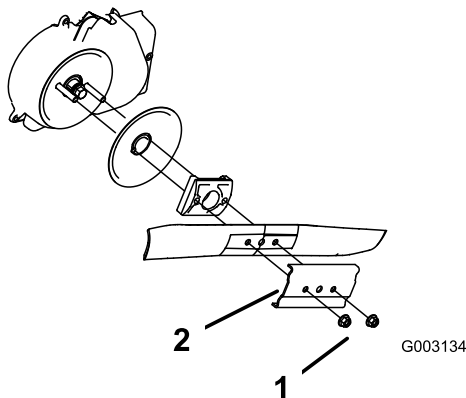

Figura 29
3. Togliete i due dadi della lama ed il rinforzo (Figura 29).
4. Togliete la lama (Figura 29).
5. Montate la lama nuova (Figura 29).